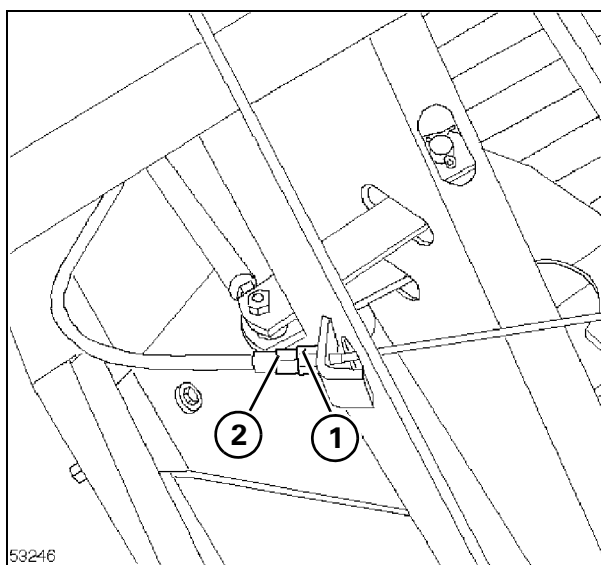

Рис. 38
**30. Стояночный тормоз - Рис. 38**